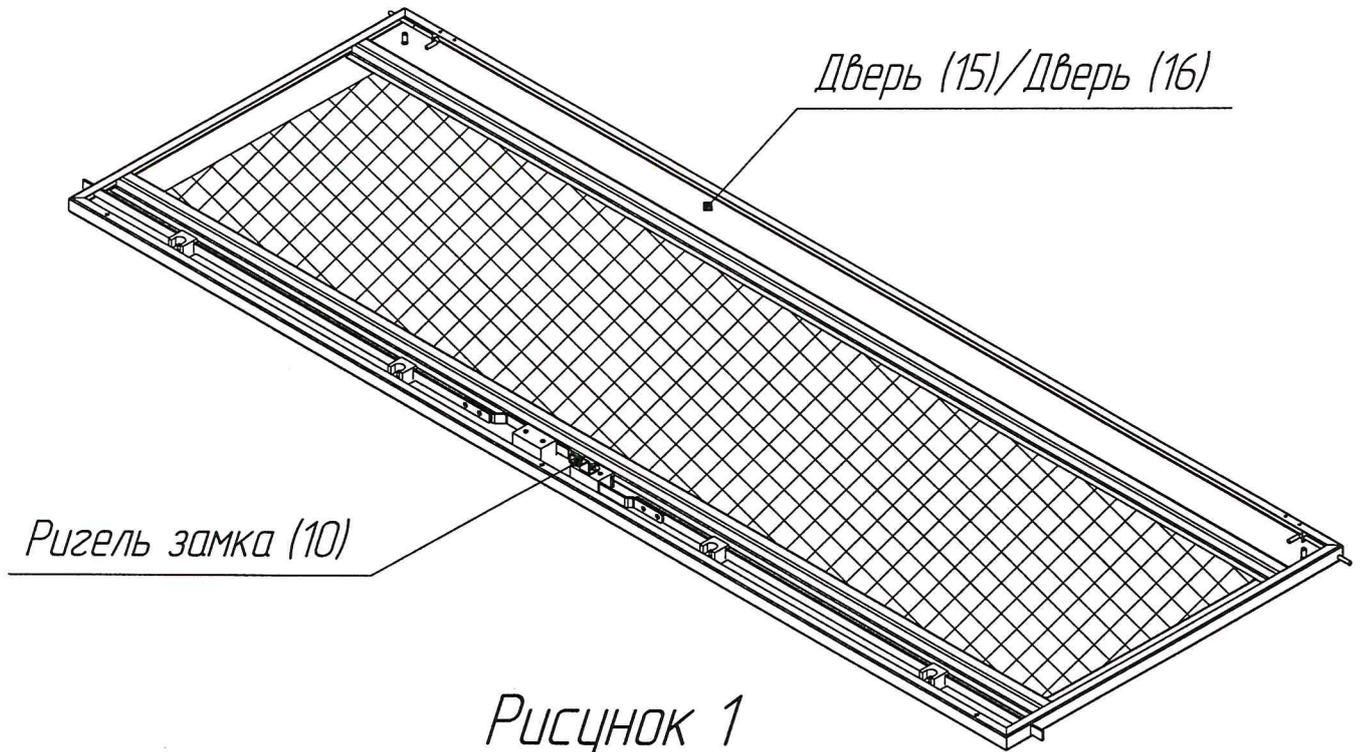

Рисунок 1
Установите на двери (15) (16) ригель замка (10) рис.1